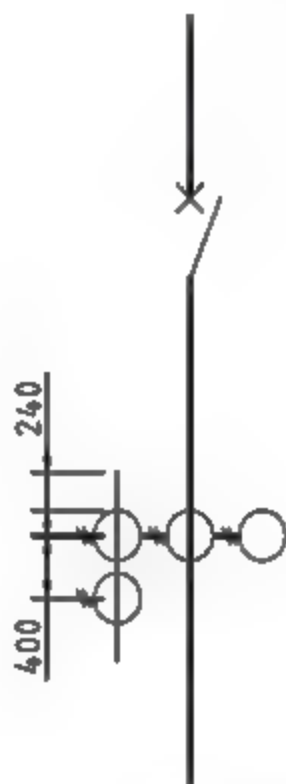

图9-110 绘制线段
**22** 调用CO【复制】命令，复制圆形；调用L【直线】命令，绘制直线，如图9-110所示。